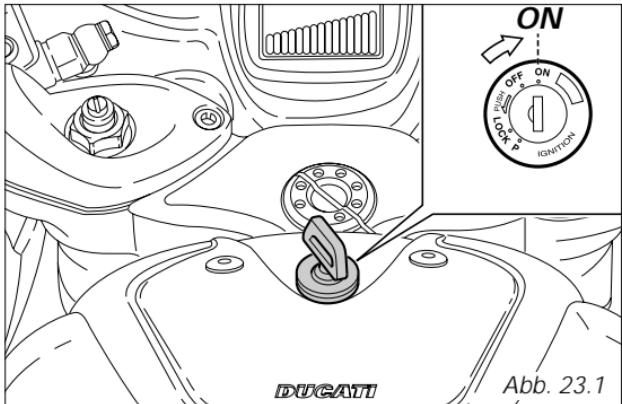

Abb. 23.1
- Den Zündschalter auf die Angabe **ON** (Abb. 23.1) drehen und dabei prüfen, ob die grüne Kontrolleuchte **N** und die rote Öldruckkontrolleuchte  am Instrumentenbrett aufleuchten.